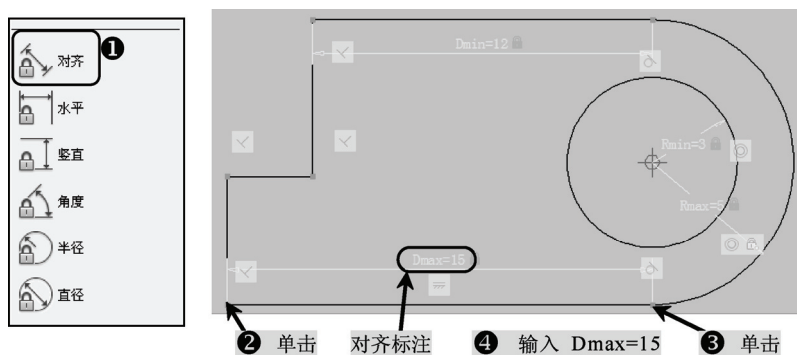

图 10-24 标注 Dmax
13) 在块编写选项板上单击选择“尺寸约束”选项卡, 选择“对齐”工具, 对图中所示线段进行“对齐”标注, 单击目标对象确定后, 输入“Dmax=15”, 如图 10-24 所示。